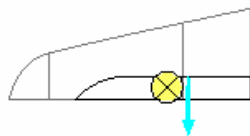

图 6.3.5 切削方向
Step6. 在操控板中选取两侧深度类型均为  (穿过所有); 切削方向如图 6.3.5 所示。